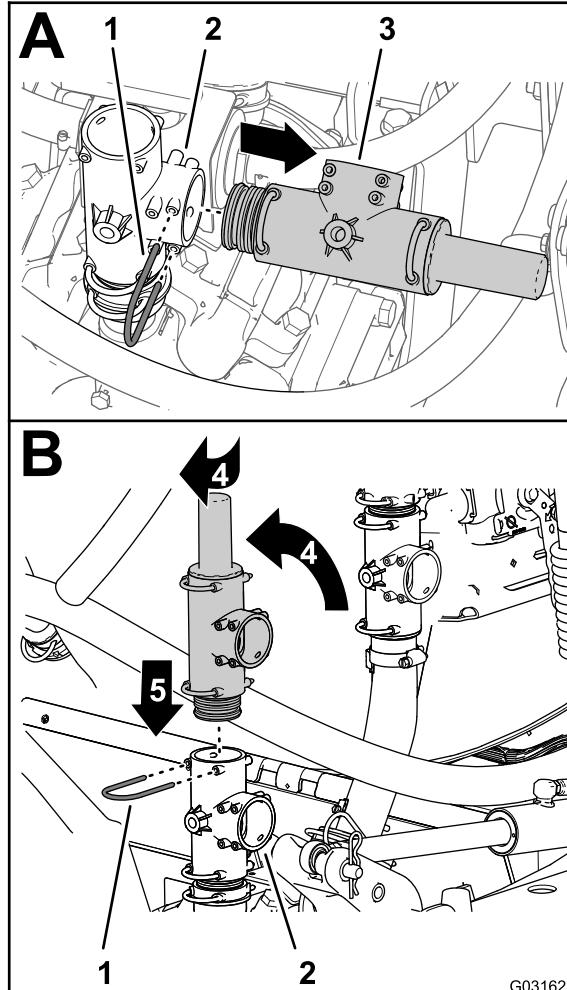

Figura 4
- Retire o retentor que prende a válvula de descarga de pressão à união em T na bomba do pulverizador e retire a válvula de descarga (Figura 4).
- Rode a válvula de descarga de pressão para cima, como se mostra na Figura 4.
- Insira a válvula de descarga de pressão na parte superior da união em T até a válvula ficar devidamente colocada (Figura 4).